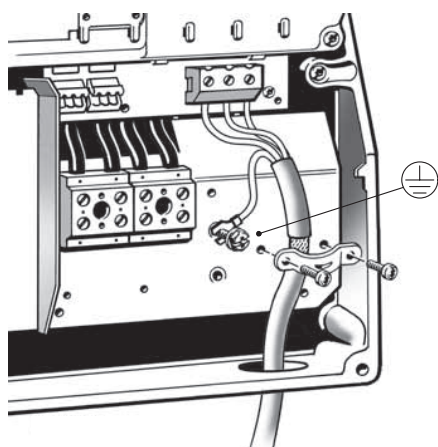

Рис. 23 Подключение электродвигателя, В1 и В2
1. Подключите заземляющий провод к клемме 99 (PE). См. рис. 23.
2. Подключите провода питания электродвигателя к клеммам 96 (U), 97 (V), 98 (W).